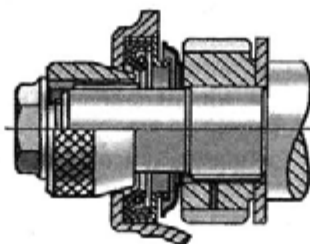

Рис. 4.1.66. Центрирование крышки распределительных шестерен с помощью оправки
- сцентрировать крышку по переднему концу коленчатого вала при помощи оправки (рис. 4.1.66) и завернуть все гайки и бол-